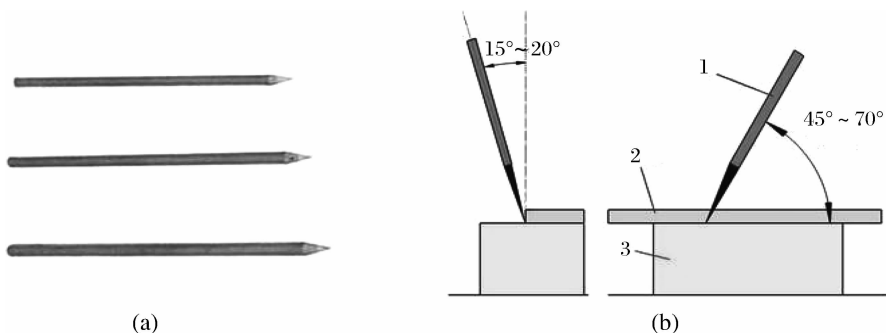

图 3-3 划针
4. 划针(图 3-3)。用来在工件上划线条,是用弹簧钢丝或高速钢制成的,直径一般为 3~5mm,尖端磨成 $15^{\circ}\sim 20^{\circ}$ 的尖角,并经热处理淬火使之硬化。有的划针在尖端部位焊有硬质合金,耐磨性更好。